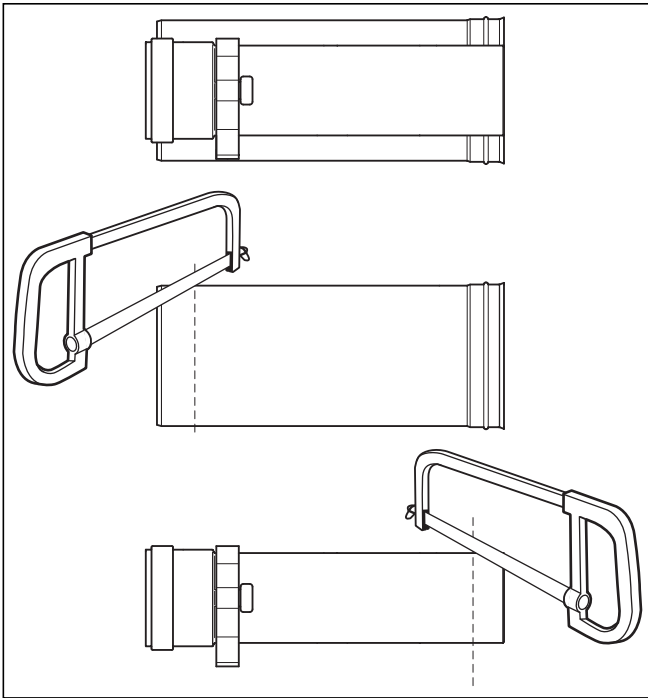

Abb. 4.53 Kürzen der Verlängerung
Kürzen Sie Abgasrohr und Außenrohr an der Muffen abgewandten Seite (Abb. 4.53). Der Abstandshalter muss an dem Abgasrohr arretiert bleiben.
- Schieben Sie das Abgasrohr wieder in das Außenrohr, wie in Abb. 4.53 dargestellt.